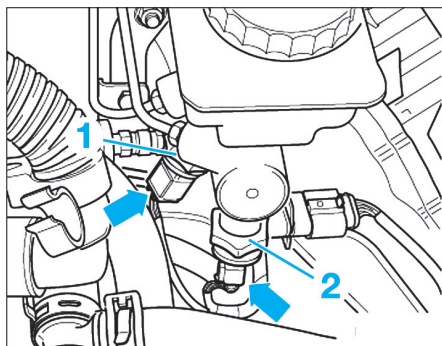

Fig. 29
- les fiches des transmetteurs de pression de freinage (1) et (2) (pour les véhicules équipés de ESP) (Fig.29).